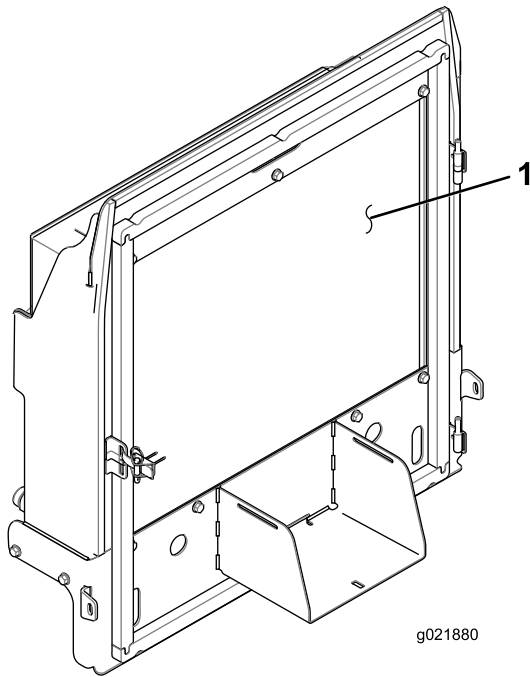

Bild 143
4. Reinigen Sie beide Seiten des Kühlers bzw. Ölkühlers gründlich mit Druckluft (Bild 143).